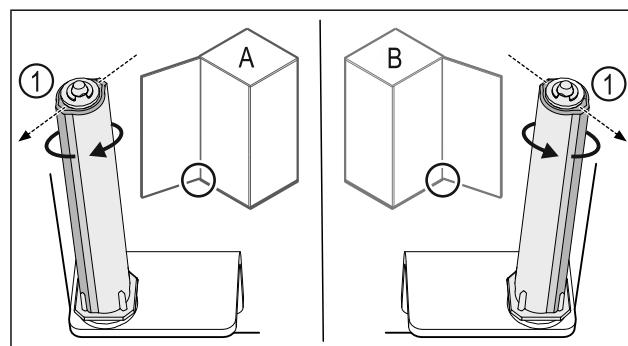

Fig. 41 Розкриття ліворуч (A) / Розкриття праворуч (B)
- Систему закриття поверніть проти опору доки перемичка системи закриття Fig. 41 (1) не показуватиме назовні.